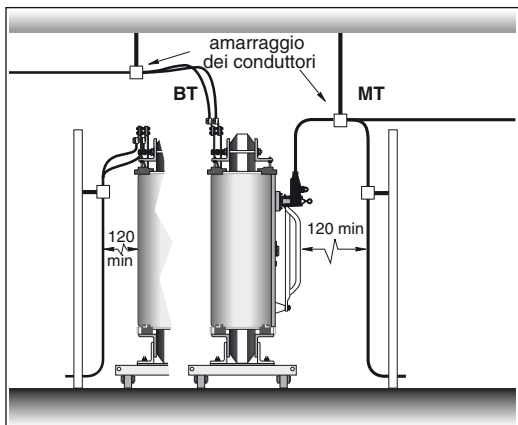

Figura 6 - collegamento MT a mezzo di terminali sconnettibili.
■ collegamenti MT con isolatori a spina (figura 6 - 6a - 6b)